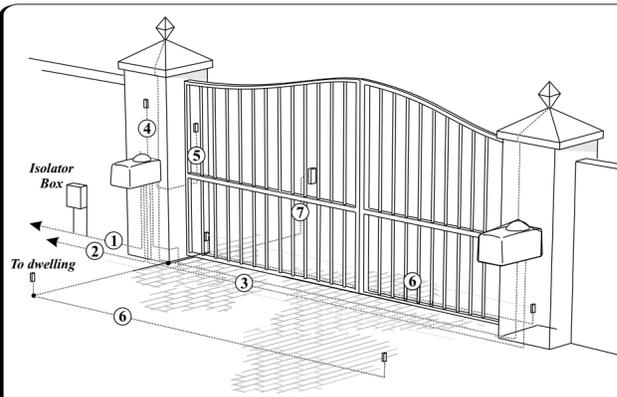

Figure 9 Matériel nécessaire pour le câblage
Vérifiez tout ce qui sera nécessaire pour le câblage sur Fig 9. (GI Page 11)
- Faites passer les câbles selon le schéma de la Figure 9